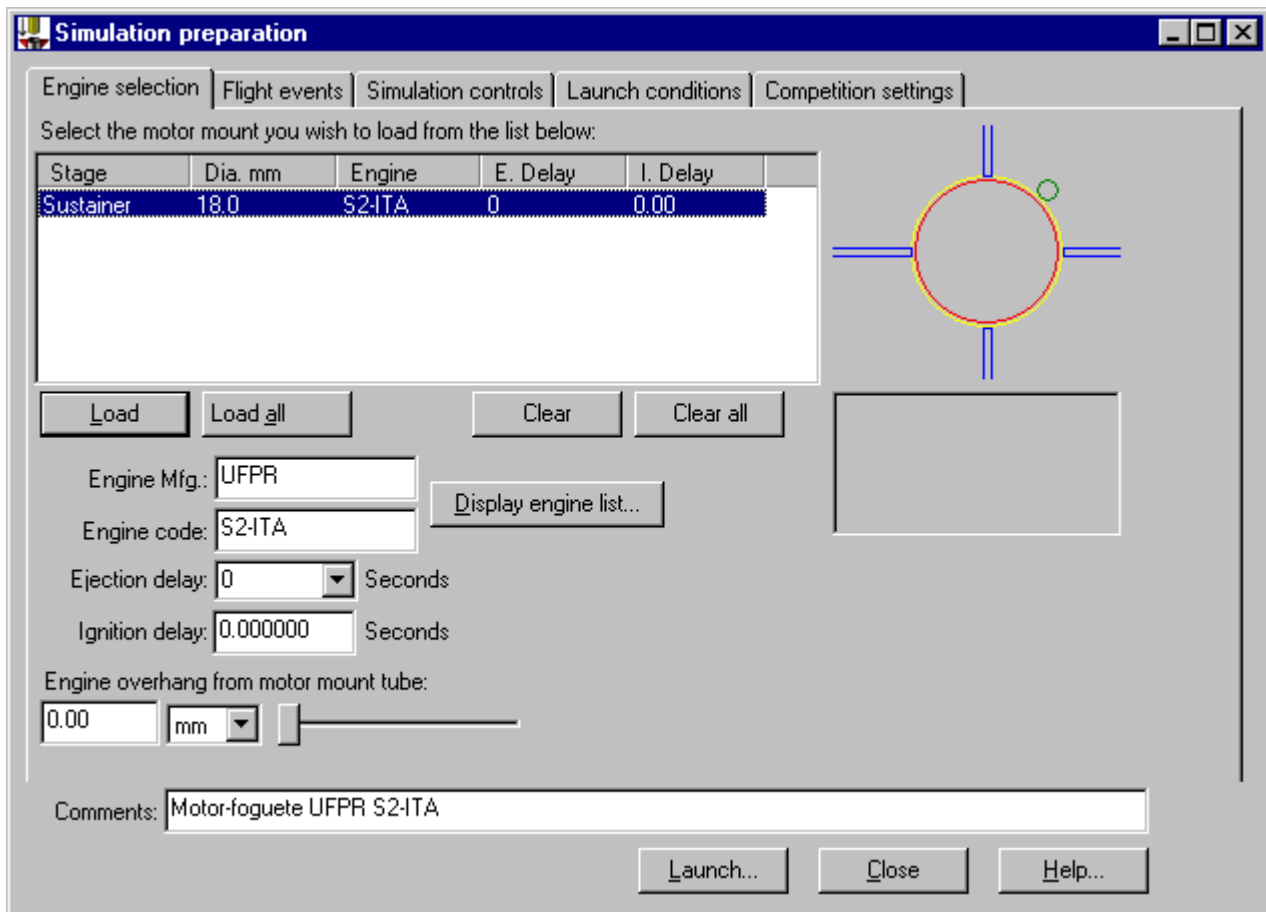

Figura 8. Escolha do motor-foguete UFPR S2-ITA-0.
- (g) Definir os demais itens da janela “Simulation preparation” para que fiquem como mostrado na Figura 8;